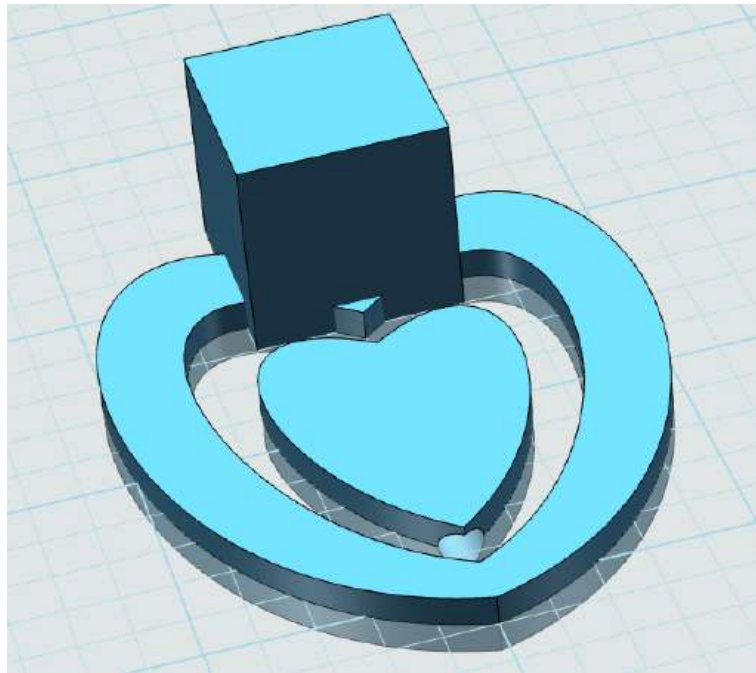

图 1-14
Step 14 点击确定，完成组合操作，如下图 1-14 所示：